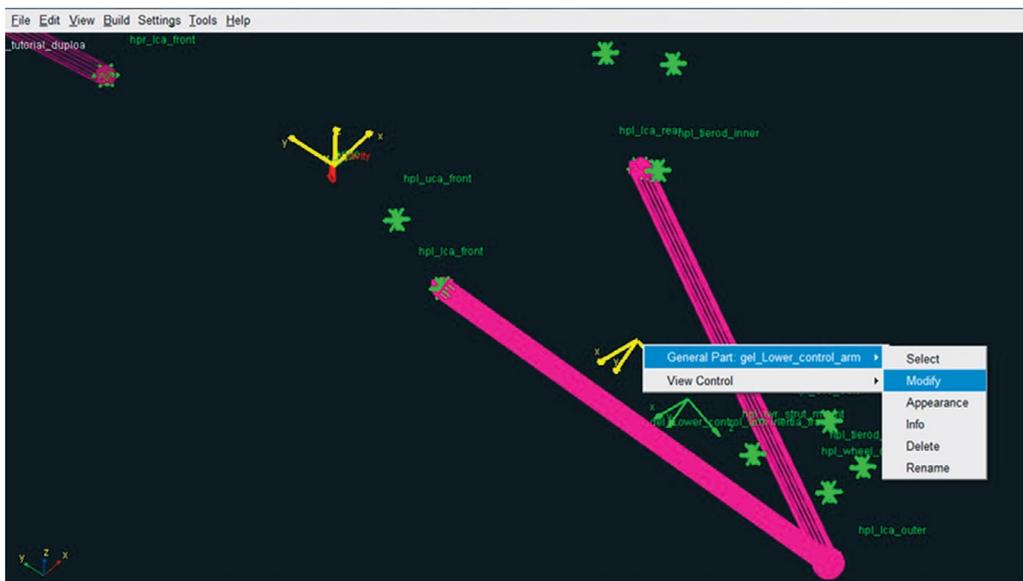

Figura 5.28 – Opção para atualização das propriedades do *General Part Lower_control_arm* a partir da opção *Modify*.
- Em seguida, na tela principal do software, clique com o botão direito do mouse sobre o *General: Part gel_Lower_control_arm*. Em seguida, clique em *Modify* (Figura 5.28).